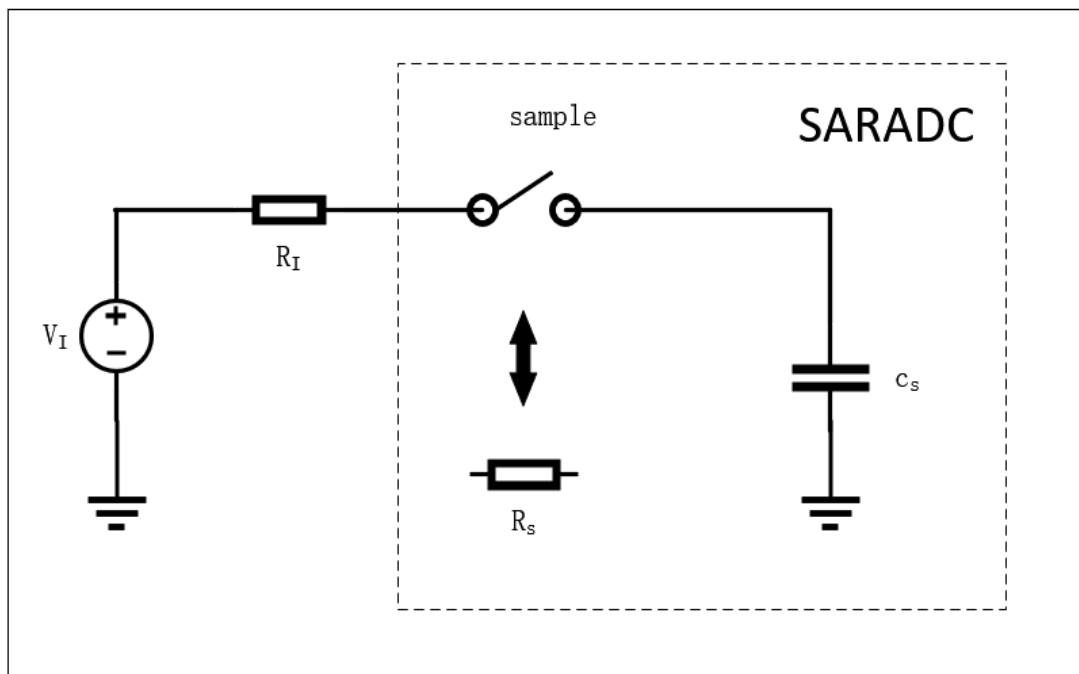

图 6-68 采样网络模型
如图 4-1 图 6-68 显示了 S/H 输入网络的等效电路。其中 CS 是存储电容, RS 是采样开关的电阻, RI 是信号源 (VI) 的输出阻抗。